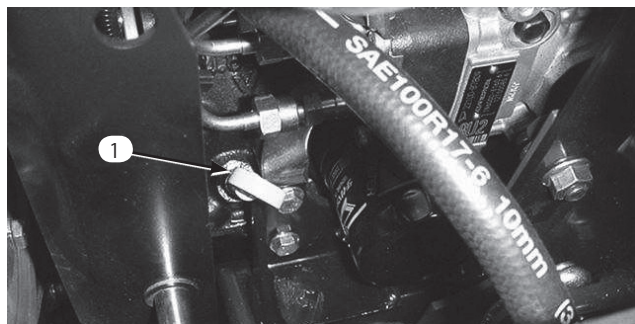

図19
2. ディップスティックを抜き、ウェスで一度きれいに拭く（図19）。ディップスティックを、チューブの根元までもう一度しっかりと差し込む。ディップスティックをもう一度引き抜いて、オイルの量を点検する。